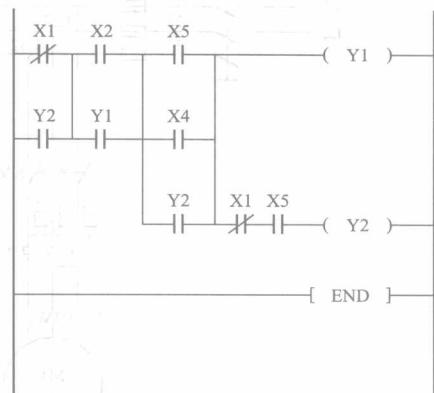

图 7 三相异步电动机顺序电路三菱 FX_{2N}系列 PLC 控制梯形图
(3) 三相异步电动机顺序电路三菱 FX_{2N}系列 PLC 控制梯形图如图 7 所示。